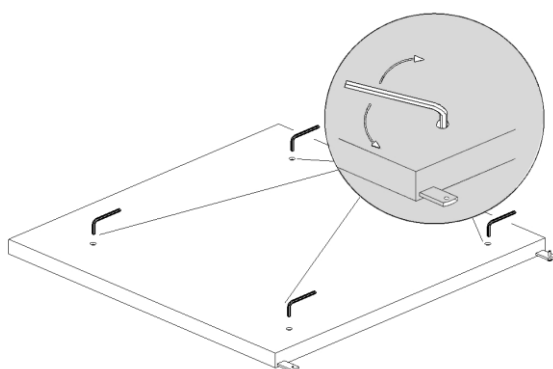

Fig. 2
- Posizionare il pannello del fondo per terra; fare attenzione al fatto che l'apparecchio dovrebbe essere inclinato un po' indietro per facilitare la chiusura delle porte ed assicurare un funzionamento perfetto. Le piccole differenze di livello possono essere ricompensate attraverso il regolamento di piedi (Fig. 2)